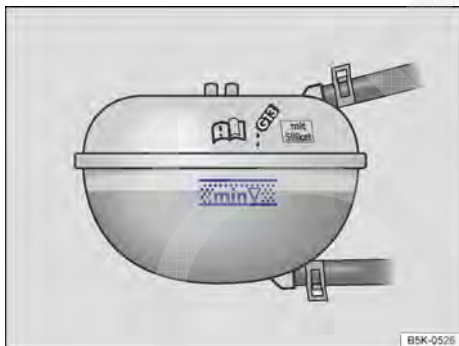

Fig. 300 No compartimento do motor: marcas no reservatório do líquido de arrefecimento do motor.
- Com o motor frio, verificar o nível do líquido de arrefecimento do motor pela marca lateral do reservatório de expansão do líquido de arrefecimento do motor → Fig. 300. O nível do líquido de arrefecimento do motor deve estar entre as marcas.
- O nível do líquido de arrefecimento do motor deve estar entre as marcas no reservatório do líquido de arrefecimento do motor → Fig. 300. **Não reabastecer até acima do canto superior da faixa marcada** → ①.
- Se em caso de emergência não houver à disposição líquido de arrefecimento do motor dentro da especificação exigida → Página 386, não utilizar nenhum outro aditivo do líquido de arrefecimento do motor! Ao invés disso, completar inicialmente apenas com **água destilada** → ①. Depois disso, a mistura com a proporção correta de aditivo do líquido de arrefecimento do motor → Página 386 deve ser restabelecida o mais rápido possível.
- Abastecer com líquido de arrefecimento do motor somente até o canto superior da faixa marcada → Fig. 300. Caso contrário, ao aquecer-se, o líquido excedente será expulso do sistema de arrefecimento do motor e poderá ocasionar danos.